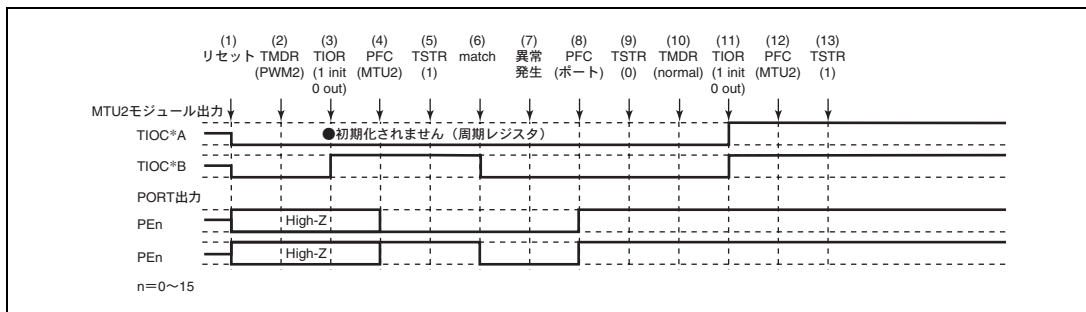

図 12.127 PWM モード 2 で異常が発生し、ノーマルモードで復帰する場合
PWM モード 2 で異常が発生し、再設定後ノーマルモードで再スタートする場合の説明図を図 12.127 に示します。
- (1) ~ (9) は図 12.127 と共通です。
- (10) PWM モード 1 を設定します。
- (11) TIOC*A で端子を初期化してください (PWM モード 1 では TIOC*B 側は初期化されません)。
- (12) 汎用入出力ポートで本モジュール出力としてください。
- (13) TSTR で再スタートします。
(15) PWM モード 2 で動作中に異常が発生し、PWM モード 2 で再スタートする場合の動作
- (10) PWM モード 2 で再スタートする場合には必要ありません。
- (11) TIOR で端子を初期化してください (PWM モード 2 では周期レジスタの端子は初期化されません)。
(16) PWM モード 2 で動作中に異常が発生し、位相計数モードで再スタートする場合の動作
- (10) 位相計数モードを設定します。
- (11) TIOR で端子を初期化してください。
(17) 位相計数モードで動作中に異常が発生し、ノーマルモードで再スタートする場合の動作